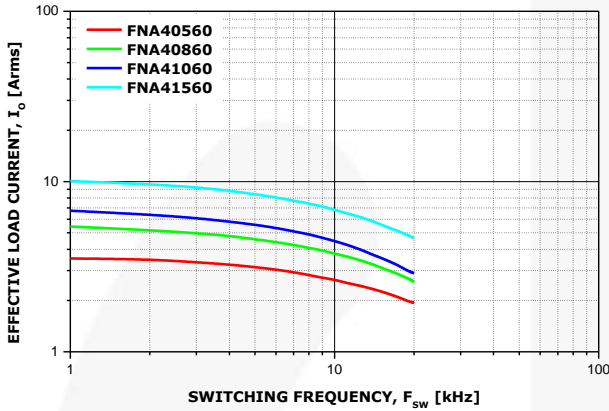

图 12. 有效电流与载频特性
采用典型特性的功耗仿真结果，如图 12所示：“有效电流与载频特性”。 仿真条件包括：
- 图 12为  $T_c=125^{\circ}C$ 条件下的逆变器运行举例。图中指出了当结温  $T_J$ 上升到平均结温  $150^{\circ}C$ 时还能够输出的有效电流  $I_o$ °（在该结温下，SPM45H 可以安全运行）。